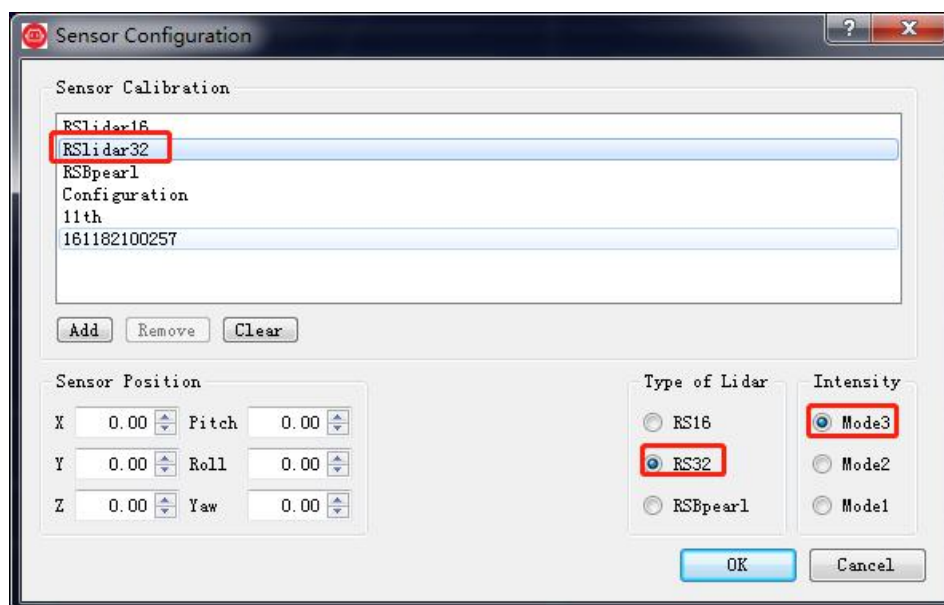

图 C-2 选择 RS-LiDAR-32 参数配置文件
4. 在弹出的 **Sensor Configuration** 窗口中，默认包含一个命名为 RSlidar16CorrectionFile 的雷达参数目录，但是请 Add 您购买的雷达对应的参数目录，否则显示的点云图形将会混乱。选择配置文件所在文件夹然后点击 **OK** (图 C-2)。注意配置文件的文件夹路径中不能包含有中文或者中文字符，并且所选择文件夹下需要有三个 CSV 格式文件 (angle.csv, ChannelNum.csv, curves.csv)。您可以在 RS-LiDAR-32 的包装里面的 U 盘里面找到对应的配置文件文件夹 configuration_data。配置文件存放路径不允许有中文字符。（2019 年 9 月之后的设备直接使用默认参数即可）